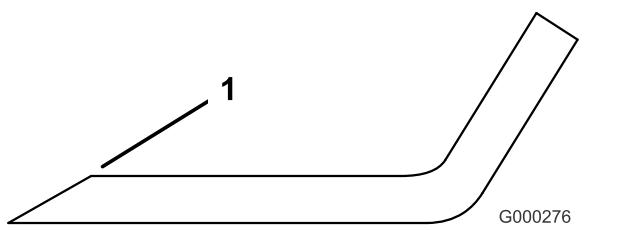

Рисунок 32
- 3. Осмотрите режущие кромки всех ножей. Заточите режущие кромки, если они затупились или выщерблены. Для обеспечения остроты затачивайте только верхнюю сторону режущей кромки и сохраняйте первоначальный угол заточки (Рисунок 32). Балансировка ножа не нарушается, если с обеих режущих кромок удаляется одинаковое количество материала.